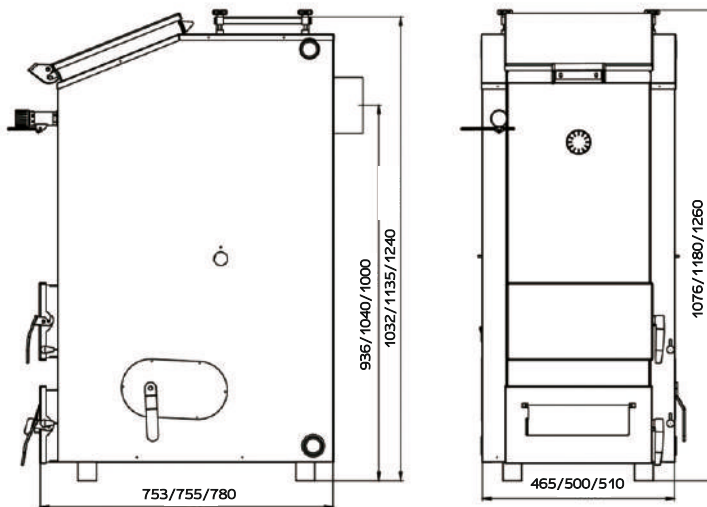
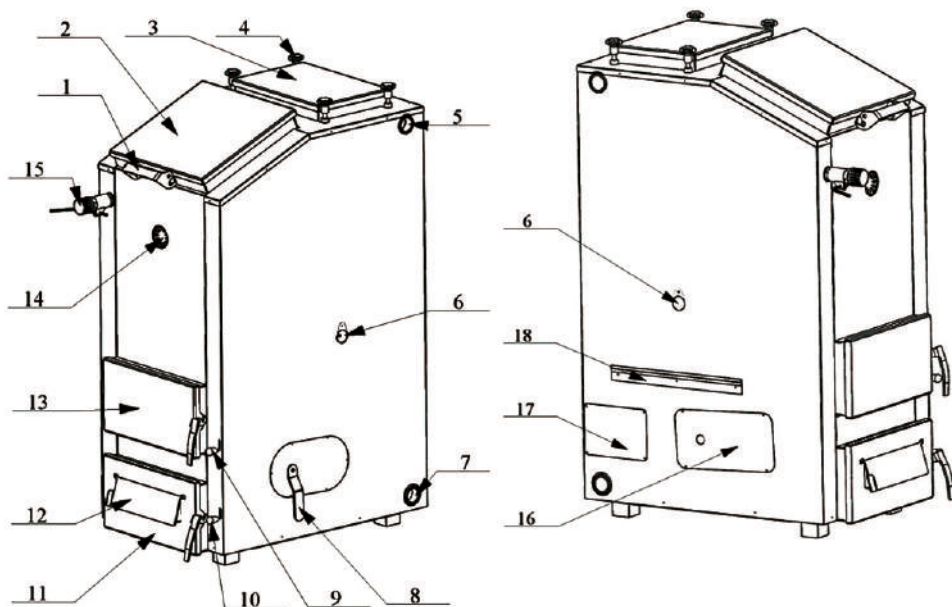
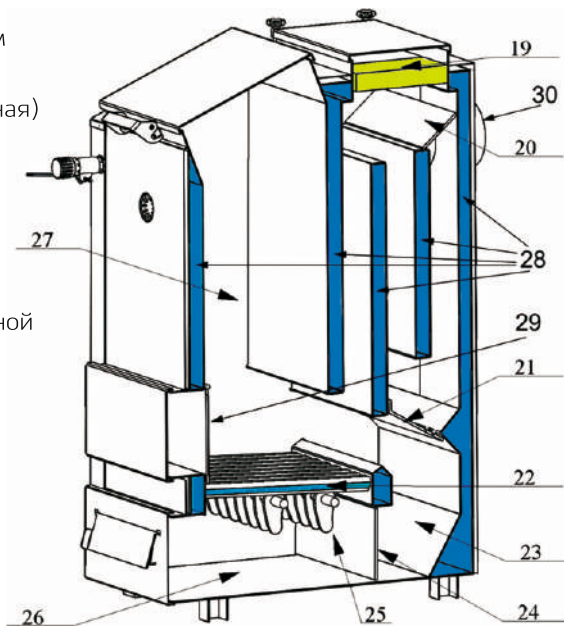

Рис. 3 Габаритные размеры котла «Магnum» 15/20/30 кВт
Рис. 4 Схема устройства котла «Магnum» 30 кВт
Рис. 5 Схема котла «Магнум» 30 кВт в разрезе
**В модели «Магнум» 30 кВт обязательно проверить наличие и положение заслонки [20] Рис.5. Заслонка должна располагаться как указано на Рис.5. Доступ к заслонке проводится путем открытия люка прочистного [3] Рис.4 и съемом шамотных кирпичей [19] Рис.5.**
Состав котла работающего на твердом топливе представлен на Рис. 3, 4 и 5. Котел состоит из корпуса, состоящий из патрубка дымохода [30], водонаполненного колосника [22], водонаполненного теплообменника [28]. Для универсальности подключения котла с левой и правой стороны установлены патрубки подачи [5] и обратной [7]. После подключения котла к системе отопления с обратной стороны в патрубок подачи [5] устанавливается заглушка, а в патрубок обратной [7] возможна установка блока ТЭНа.\* На лицевой стороне установлен патрубок для подключения терморегулятора тяги [15]. Также на лицевой стороне установлены термометр [14] для контроля температуры теплоносителя в котле и две дверцы: дверца топочная [13] предназначена для загрузки растопочного материала, дров и растопки; дверца зольника [11] предназначена для очистки от золы и регулировки подачи количества воздуха, с помощью, установленной на дверцу заслонки с регулировочной рукояткой [12]. Установленная на боковой поверхности котла заслонка [6] при розжиге котла должна быть закрыта, при устойчивом горении в положении открыта. В верхней части корпуса котла установлена дверка [2] для загрузки основного топлива и люк прочистной [3]. Прочистка каналов дымохода производится путем снятия болтов крепления [4], открытия люка прочистного [3], снятия шамотного кирпича [19] и открытия заслонки прочистной [20] (Рис. 5) **\*Контроль работы за блоком ТЭН осуществляется через пульт управления. Датчик температуры устанавливается на трубу подачи (применительно ко всем моделям КДГ «Магнум»).**